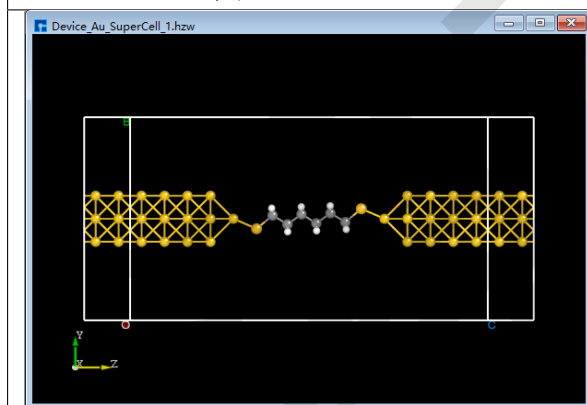
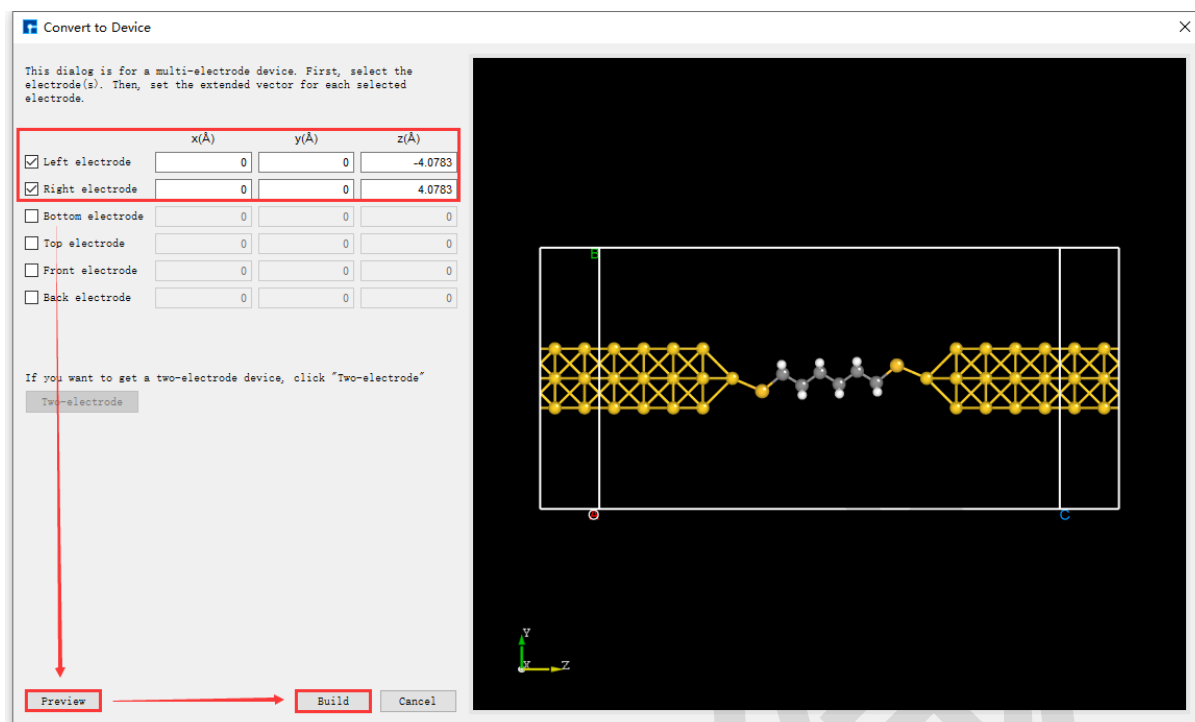

图 5.59: (e)
图 5.61: Convert to Device 界面
(3) 点击 *Convert to Device* 快捷图标，弹出 *Convert to Device* 界面如图 5.61 所示，分别勾选界面中的红色框部分，点击 *Preview* 在界面右侧预览搭建的两端口器件结构，点击 *Build* 则搭建好的两端口器件结构 *Device_Au_SuperCell_1.hzw* 如图 5.59 (e) 所示。